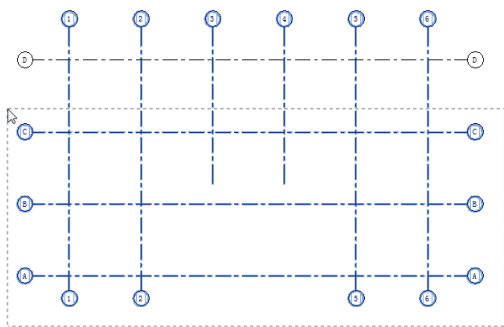
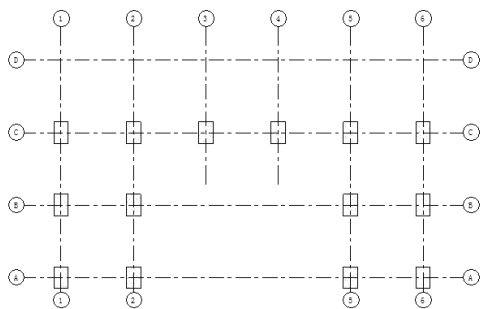

图 10-23 框选轴线
图 10-24 创建独立基础
- (5) 用户也可以直接框选轴线，如图 10-23 所示，在选中的轴网交点处放置独立基础，单击“完成”按钮，完成独立基础的创建，结果如图 10-24 所示。